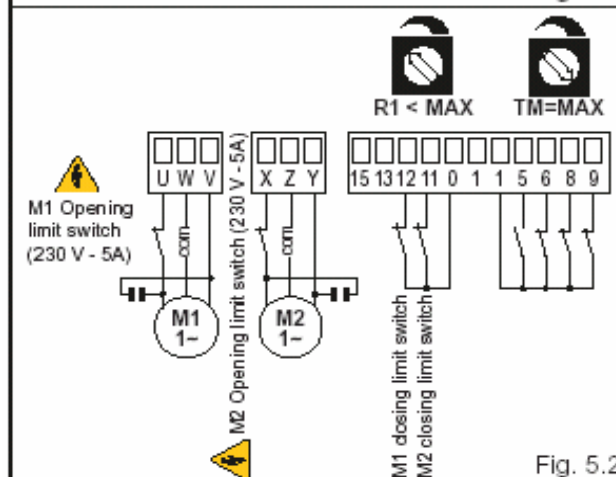

Fig. 5.2
- (rys.5.2) **Skrzydło zatrzymuje się na wyłącznikach krańcowych i zmienia kierunek ruchu po napotkaniu przeszkody.**